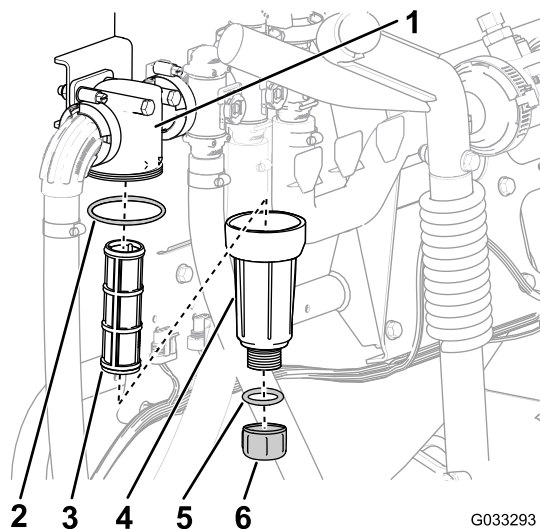

图 31
2. 在压力式滤清器下放置一个排放盘图 31。
3. 逆时针旋转排油盖然后将其从压力式滤清器的油碗中取出图 31。
4. 逆时针旋转油碗然后拆下滤清器头图 31。
5. 拆下压力式滤清器的滤芯图 31。
7. 检查排油塞的垫片在油碗内侧和油碗的垫片在滤清器头内侧是否有磨损和损坏图 31。
8. 将压力式滤清器滤芯安装到滤清器头中图 31。
9. 将油碗安装到滤头上并用手紧固图 31。
10. 将排油盖安装到油碗底部的接头上然后用手拧紧排油盖图 31。